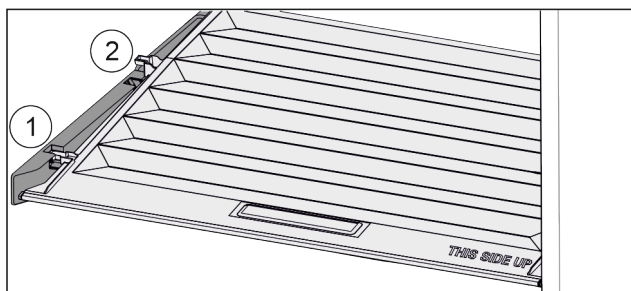

Fig. 32
- ▶ Vytáhněte víko dopředu až k otvoru v přídržných dílech Fig. 32 (1).
- ▶ Vzadu zesponu nadzvedněte a vyjměte směrem nahoru Fig. 32 (2).